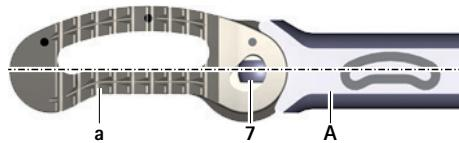

Abb. 8 Implantat auf 0°-Position
- ▶ Probeimplantat D auf 0°-Position am Einsetzinstrument A halten, siehe Abb. 8.
- ▶ Implantat auf 0°-Position halten, siehe Abb. 8.